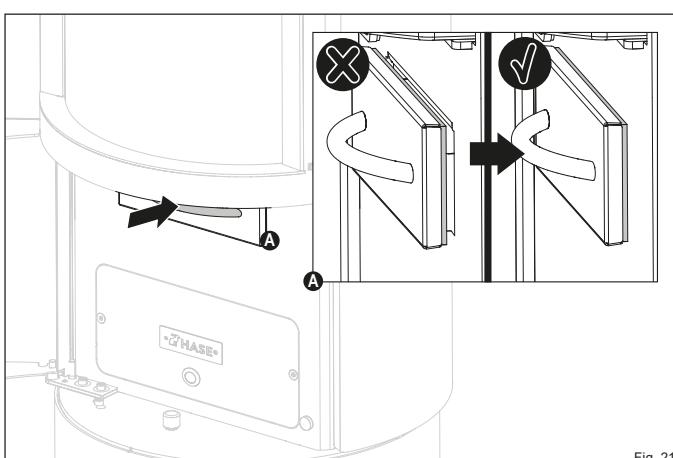

Fig. 21
Lorsque vous insérez le bac à cendres, veillez à ce que le joint soit plaqué (Fig. 21). Ainsi, le processus de combustion n'est pas perturbé par de l'air parasite. Pour retirer le bac à cendres, procédez comme suit :
- ✓ Faites glisser le bac à cendres dans l'ouverture de manière à ce qu'il soit hermétiquement fermé (Fig. 21).
- ▶ Faites glisser le bac à cendres dans l'ouverture (Fig. 21).